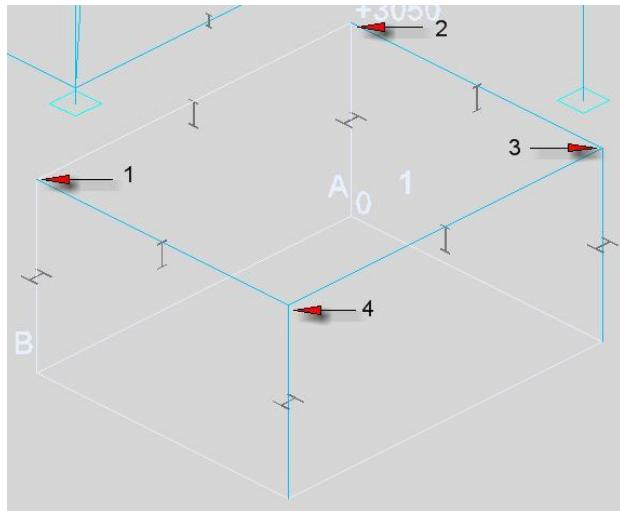

Рис. 52
- Нажмите **OK**. Поочередно укажите четыре верхние угловые точки по периметру сетки. В качестве пятой точки укажите точку 1 (Рис. 52).